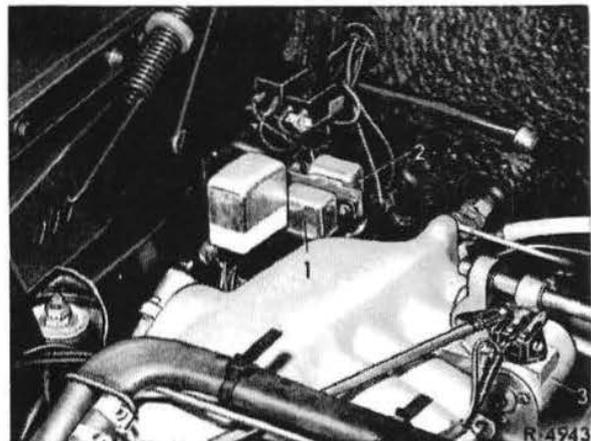

Bild 83-18/1
Bei Fahrzeugen mit automatischem MB-Getriebe bis Mai 1969 wird der Hubmagnet (6) beim Einschalten der Klimaanlage über Relais (2) Klemme 87a und Relais (3) Klemme 86/87 als auch über die beiden Öldruckschalter (4 und 5) beim Einlegen eines Ganges über Masse geschaltet. Einzelheiten siehe Bild 83-18/2 und 3.
6 Die Anordnung des Hubmagnets (6) und der Relais (2 und 3) im Fahrzeug ist aus Bild 83-18/1 ersichtlich.